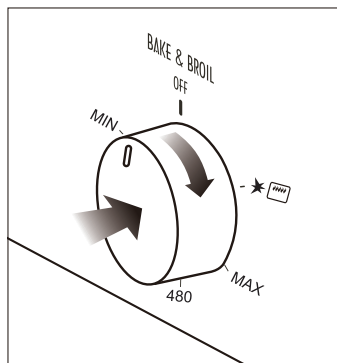

Fig. 3.3
- 2) Tournez le bouton position, Fig.3.3.Le four s'enflamme automatiquement et s'allume. Dans les 5,5 secondes; S'il ne peut pas être allumé pour la première fois, il s'enflammera à nouveau après 12 secondes, et 5,5 secondes de lumière; Si répété 3 fois ne peut pas être allumé, Vous devez réinitialiser le bouton pour l'éteindre avant de l'ouvrir.